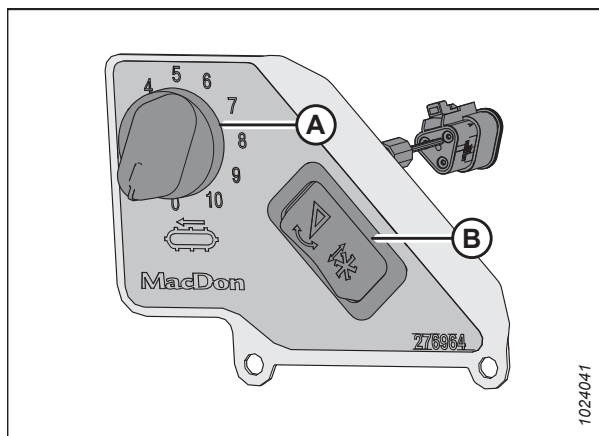

Figure 9.7: Commande de vitesse des tapis latéraux en cabine
Le commutateur (B) de la figure 9.7, page 516 permet à l'opérateur de basculer entre les commandes d'inclinaison de la plateforme et d'inclinaison avant-arrière du rabatteur..